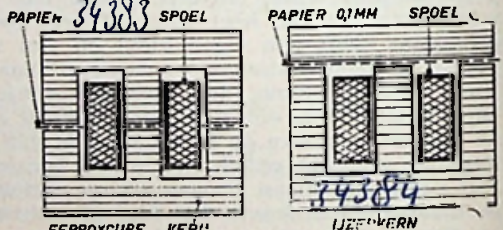

Fig. 1 FERROXCUBE KERN Fig. 2 IJZERKERN
- 2. M.b.v. twee stuks Philips Ferroxcube E-kernen type E34/10/12-111A. Spoel: 5900 wdg 0,07 mm em. (0,07 is diameter draad zonder emaille). Tussen de E-kernen een papiertje van 0,04 mm dikte (fig. 1).